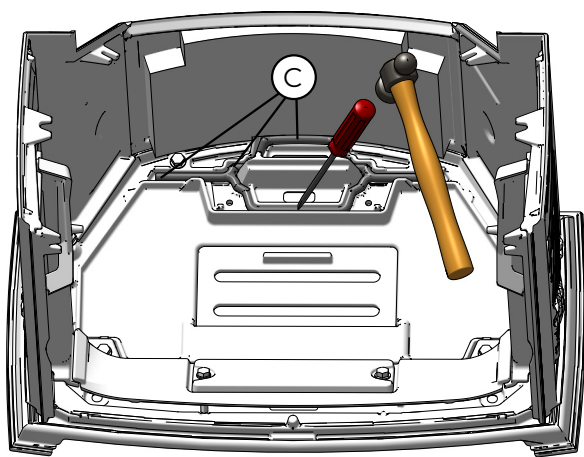

Fig. 7.11
6	Rimuovere il cemento vecchio (C) dalla scanalatura (Fig. 7.11)